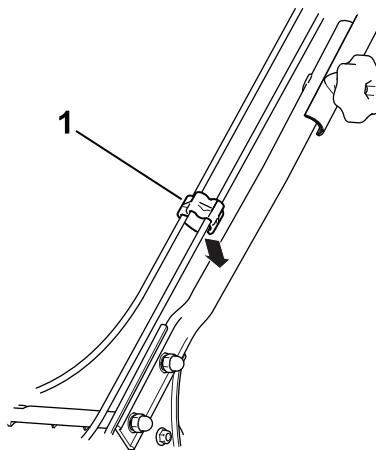

Figura 5
- Inserte los cables en la abrazadera y conecte la abrazadera al manillar, según se indica en Figura 5.